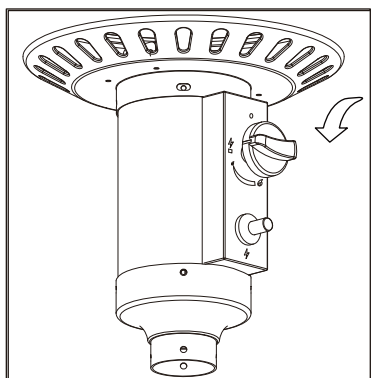

Figura 3
- Presione la perilla de control y gire a la izquierda para "PILOTO" (Figura 3).